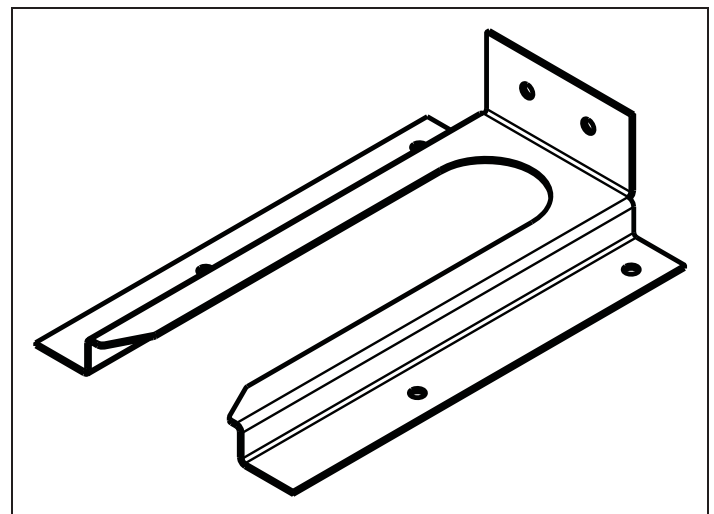
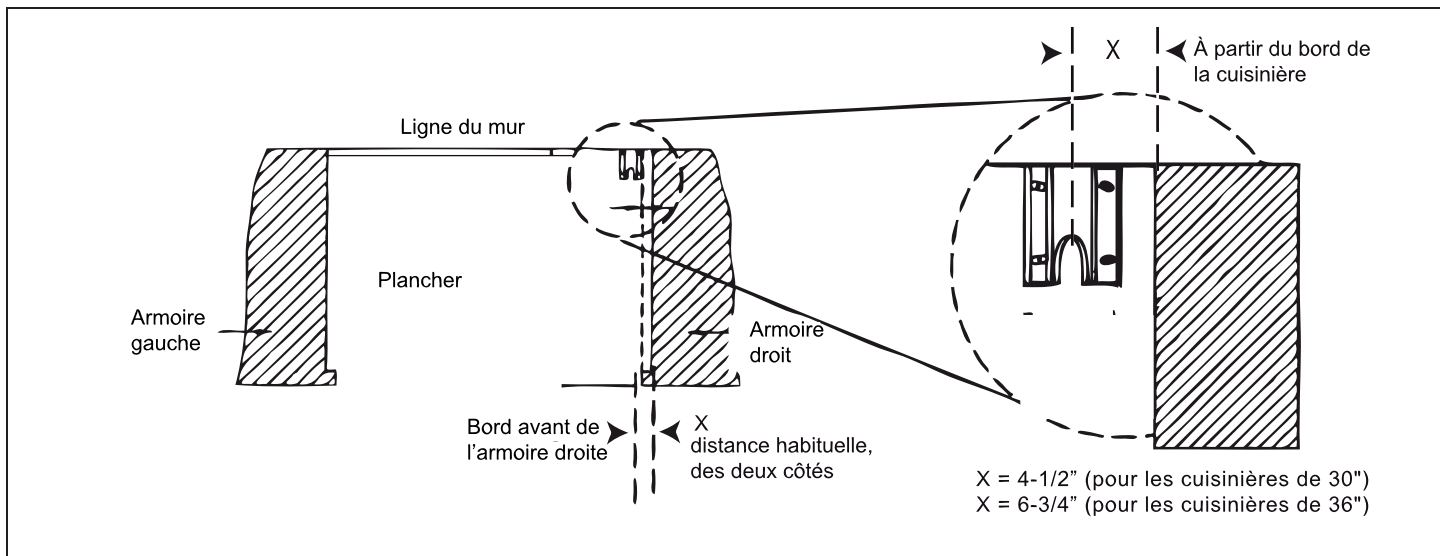
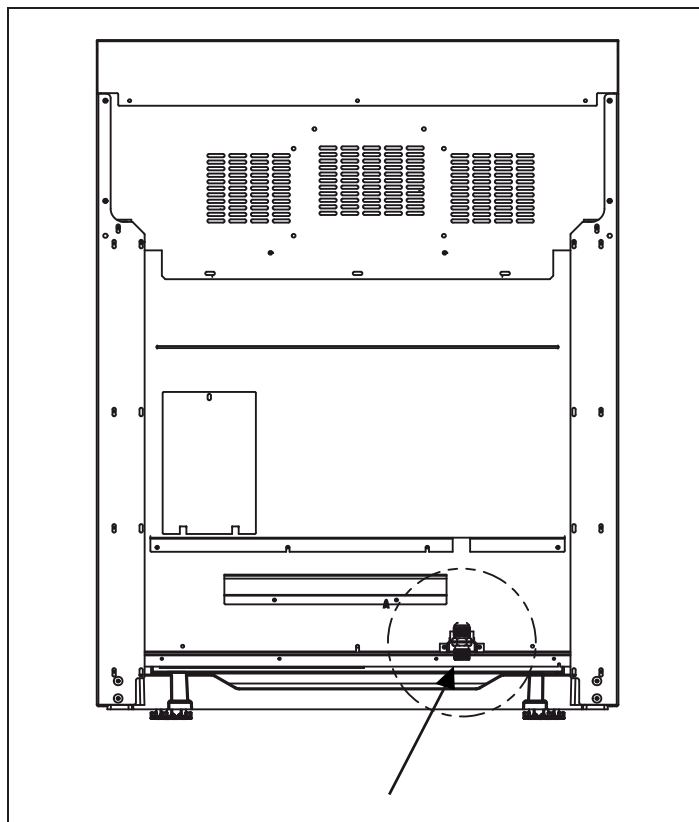

Figure 7 : Montage de la patte antibascule
Figure 8 : Mise en place de la patte antibasculé (vue du haut)
Figure 9 : Emplacement du tuyau d'arrivée de gaz
Figure 7 et Figure 8.
1. Placez la patte sur l'emplacement comme indiqué à la Figure 8 (la patte peut être utilisée dans un des coins de l'installation).
- Utilisez un raccord à gaz souple de 3/4" entre l'alimentation en gaz et le tuyau d'arrivée de gaz de l'appareil. Le tuyau d'arrivée de gaz de toutes les cuisinières est situé en bas à droite. (Voir figure 8 et figure 9). Le tuyau d'arrivée de gaz de l'appareil est de type NPT 1/2". Prenez garde au tuyau flexible de 19,1 mm (3/4 po) dans les coudes, vous pourriez vous pincer. La longueur suggérée est de 48 po. Vérifiez les codes locaux concernant les exigences. Figure 9